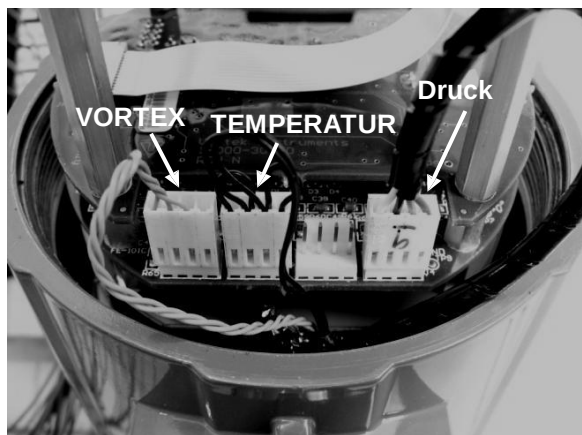

Рисунок 5-1. Электрические присоединения сенсоров к контактной группе модуля электроники
3. Следуя предписаниям по технике безопасности ESD (электростатический разряд) и правилам эксплуатации в опасных зонах, снимите крышку на корпусе модуля электроники. Отключите датчик вихреобразования от модуля электроники или платы питания от удаленного источника напряжения. Смотрите рисунок 5-1 или 5-2. Замерьте сопротивление от каждого внешнего вывода до заземления расходомера – все выводы должны быть в разомкнутом состоянии. Замерьте сопротивление от центрального вывода до заземления расходомера – вывод должен быть заземлен на расходомер.
3. Следуя предписаниям по технике безопасности ESD (*электростатический разряд*) и правилам эксплуатации в опасных зонах, снимите крышку на корпусе модуля электроники. Отключите датчик температуры от модуля электроники или платы питания от удаленного источника напряжения. Смотрите рисунок 5-1 или 5-2. Замерьте сопротивление на внешних выводах разъема датчика температуры. Оно должно быть примерно 1080 Ом при комнатной температуре (чем выше температура, тем выше значение сопротивления).
2. Следуя предписаниям по технике безопасности ESD (*электростатический разряд*) и правилам эксплуатации в опасных зонах, снимите крышку на корпусе модуля электроники. Отключите датчик давления от модуля электроники или платы питания от удаленного источника напряжения. Смотрите рисунок 5-1 или 5-2. Замерьте сопротивление на внешних выводах, а затем на внутренних выводах разъема датчика давления. Значение сопротивления в обоих случаях должно быть примерно 4000 Ом.